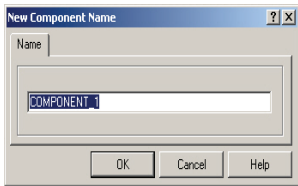

图 3-62 “New Component Name” 对话框
- “Add”按钮：添加元器件组，将指定的元器件名称归入该元器件库。单击该按钮后，会出现如图 3-62 所示的“New Component Name（添加元器件组）”对话框。输入指定的元器件名称，单击“OK”按钮即可将指定元器件添加进元器件组。